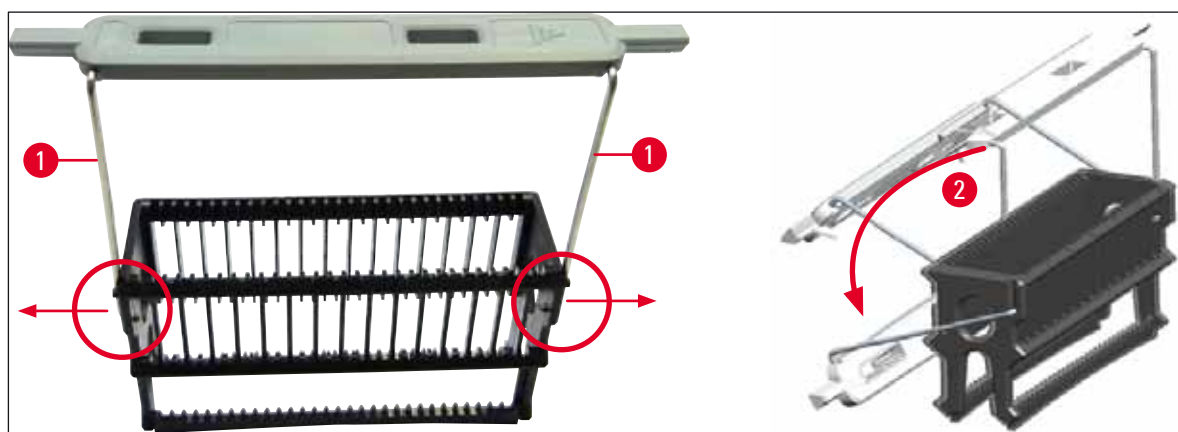

Fig. 69
- Acordați atenție așezării corecte a cadrului, astfel încât cadrul să se afle în poziția de sus, central deasupra stativului (→ Fig. 69)